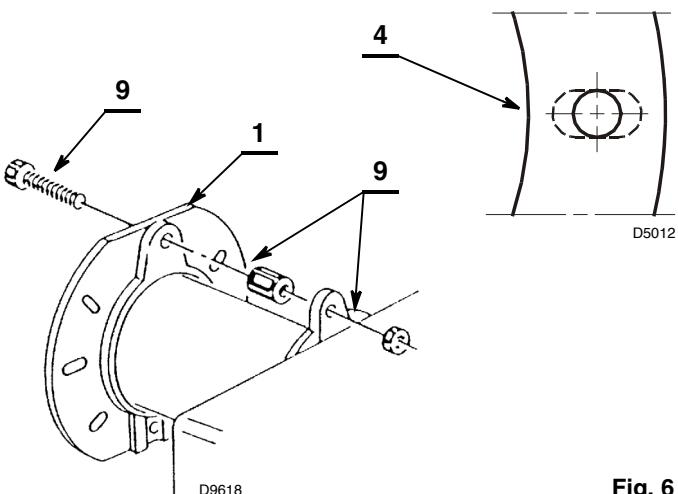

Fig. 6
- colocar en la brida 1) (Fig. 6) el tornillo y las dos tuercas 9);
- si es necesario, agrandar los orificios de la junta aislante 4) (Fig. 6).